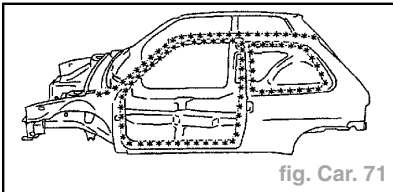

fig. Car. 71
- Dégraffer les points à l'aide d'une fraise de diamètre = **8 mm** (fig. Car. 71, 72 et 73).